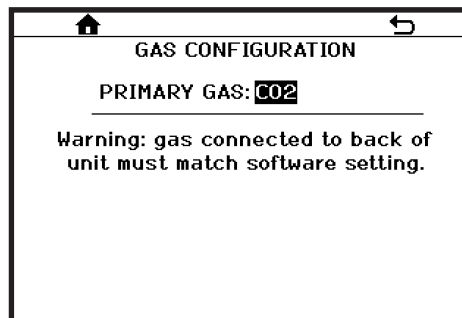

Figure 7.17
- **CONFIGURATION DU GAZ:** Utilisé pour afficher et, en fonction du modèle de la distributrice, sélectionner le gaz qui sera utilisé dans la distributrice (Figures 7.17 et 7.18).
- Pour les distributrices standard sans fonctionnalité multi-gaz ou multi-boissons (**Figure 7.17**) c'est le gaz (CO2 ou NITROGEN tel que déterminé par la configuration de la distributrice) qui est utilisé pour faire fonctionner la pompe à eau, le système de charge active et le gaz qui sera injecté dans les cylindres.